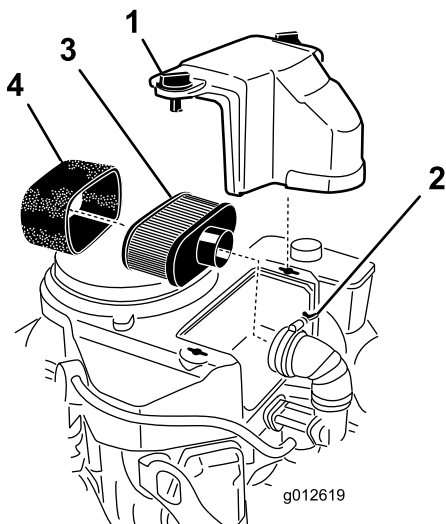

Figure 41
3. Nettoyez la surface autour du filtre à air pour éviter que des impuretés n'endommagent le moteur en tombant à l'intérieur (Figure 41).
4. Dévissez les boutons du couvercle et déposez le couvercle du filtre à air (Figure 41).
5. Dévissez le collier et déposez le filtre à air (Figure 41).
6. Sortez délicatement l'élément en mousse de l'élément en papier (Figure 41).
1. Glissez délicatement l'élément en mousse sur l'élément en papier (Figure 41).
2. Posez le filtre à air complet sur sa base ou sur le flexible et fixez-le en position (Figure 41).
3. Mettez le couvercle du filtre en place et serrez les boutons (Figure 41).
1. Nettoyez l'élément en papier en le tapotant pour faire tomber la poussière. Remplacez-le s'il est très encrassé (Figure 41).